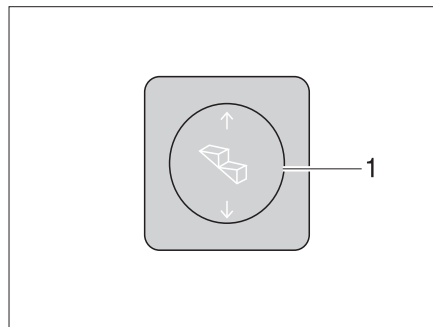

Fig. 9 Commutateur de commande du marchepied
- Appuyer sur le commutateur à bascule (Fig. 9,1) vers le bas jusqu'à ce que le marchepied soit entièrement sorti.
- Appuyer sur le commutateur à bascule (Fig. 9,1) vers le haut jusqu'à ce que le marchepied soit entièrement ressorti.